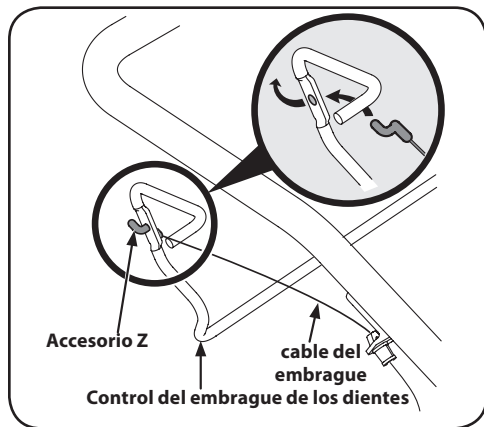

Figura 3-6
5. Inserte el accesorio Z del cable del embrague dentro del orificio que se encuentra en el control del embrague de los dientes. Enganche el extremo "Z" en la abertura desde el interior hacia el exterior según se muestra en la Figura 3-6.